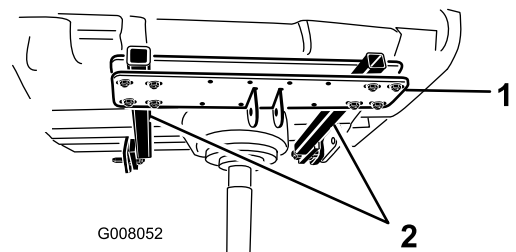

図 5
2. ネジ (1/2 x 4 in) 8本、ワッシャ16枚、ロックナット8個を使って、サポート・アームをヒッチ・クロスに仮止めする。取り付け位置は図 5を参照。